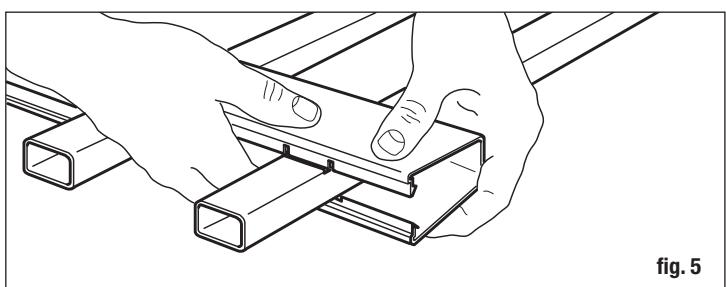

fig. 5
- Una vez que todas las estacas estén en su lugar, deslice empujando todas las pestañas del pretil en todas las muescas de las estacas usando sus manos o golpee suavemente con un mazo de hule (fig. 5).